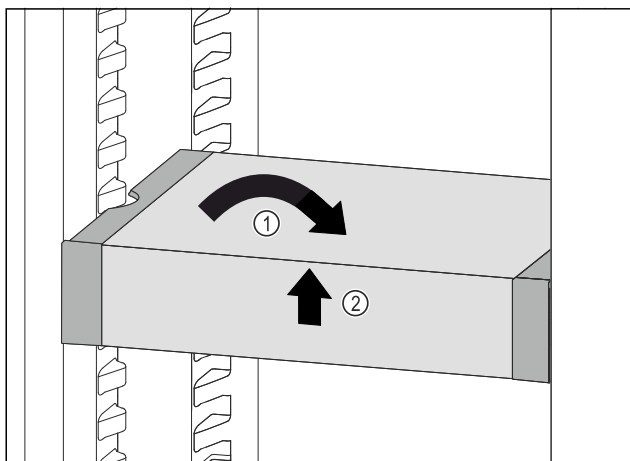

Fig. 85
- Állítsa egyenesbe a VarioSafe fiókot. Fig. 85 (1)
- Elöl emelje meg a VarioSafe fiókot. Fig. 85 (2)